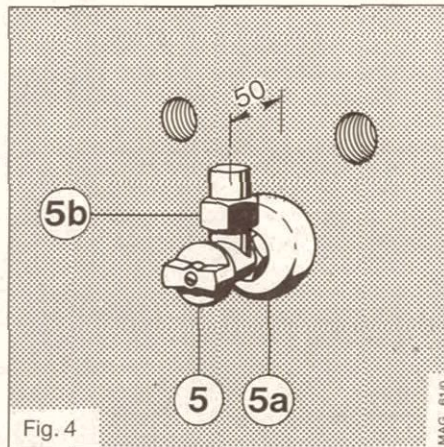

Fig. 4
- Smontare il bocchetione (fig. 4, pos. 5b) del rubinetto d'arresto gas ed avvitarlo a tenuta al raccordo dell'apparecchio.